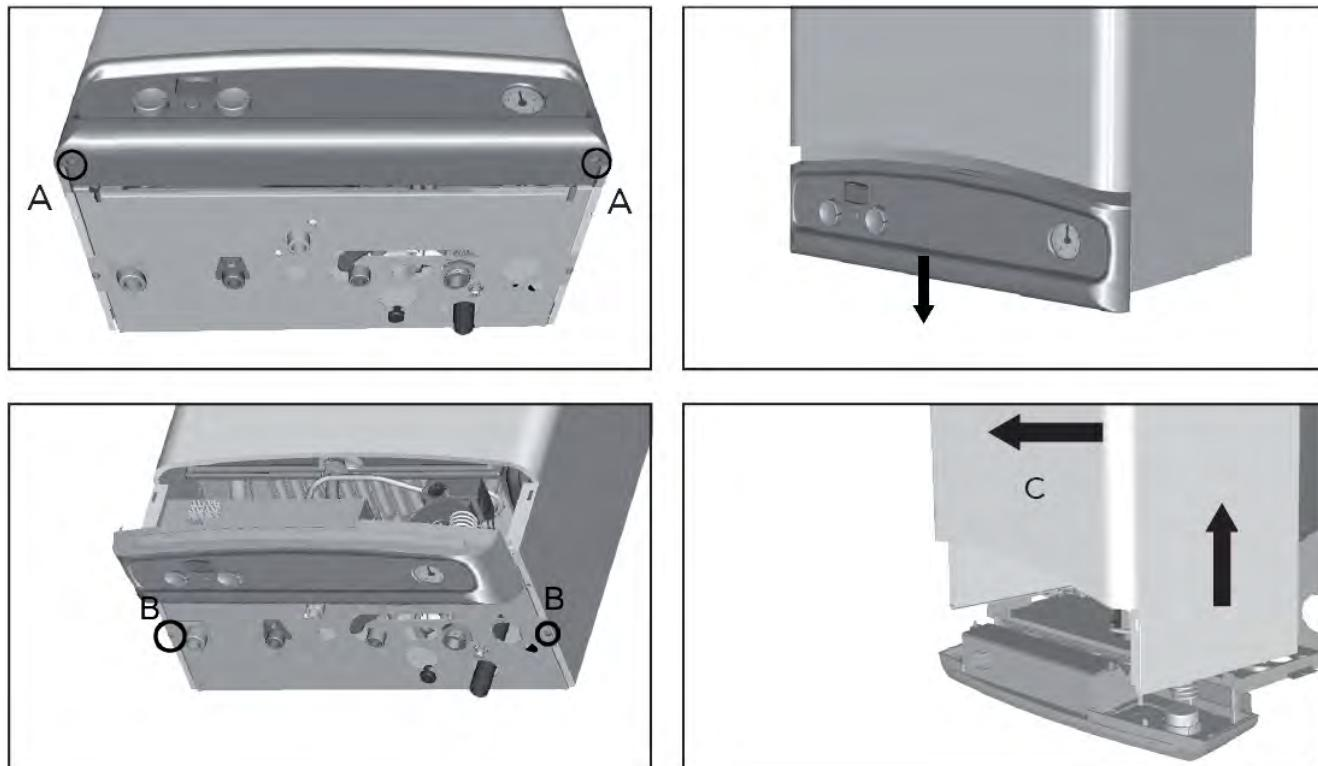

рис. 9 - Демонтаж кожуха
1. Отвинтите оба винта "A" (см. рис. 9).
2. Опустите панель управления (см. рис. 9).
4. Полностью отвинтите оба винта В (см. рис. 9).